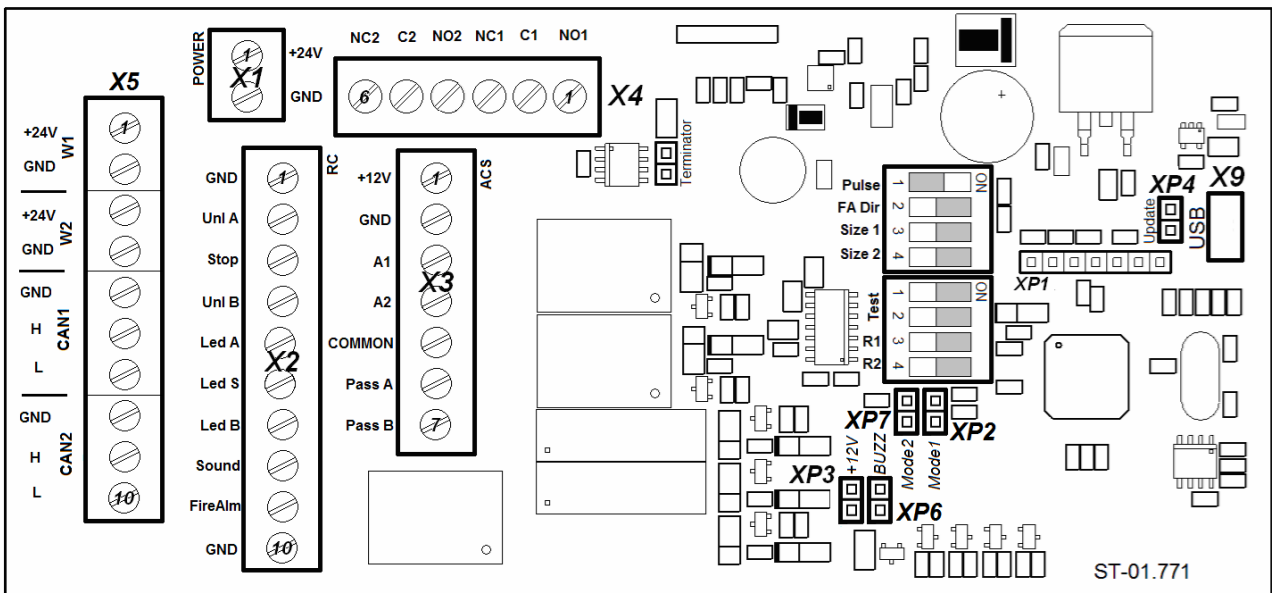

**Рисунок 7. Общий вид и габаритные размеры ПДУ**
ПДУ (17) выполнен в виде небольшого настольного прибора в корпусе из ударопрочного АБС пластика. ПДУ предназначен для подачи команд оператором при ручном режиме управления турникетом. Общий вид ПДУ показан на рис. 7.